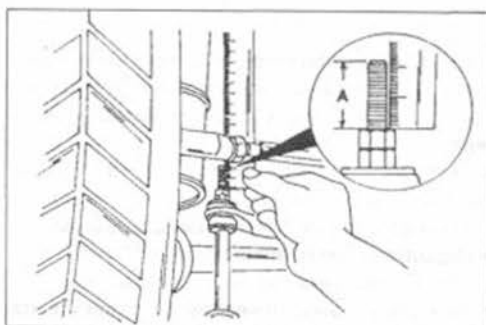

Рис.194.
- Затянуть навинченные на верхней стороне соединительных рычагов гайки, пока резьбовые концы рычагов не будут выступать на 20,1 мм. Замерить измерительной линейкой размер, как показано на рис.194.